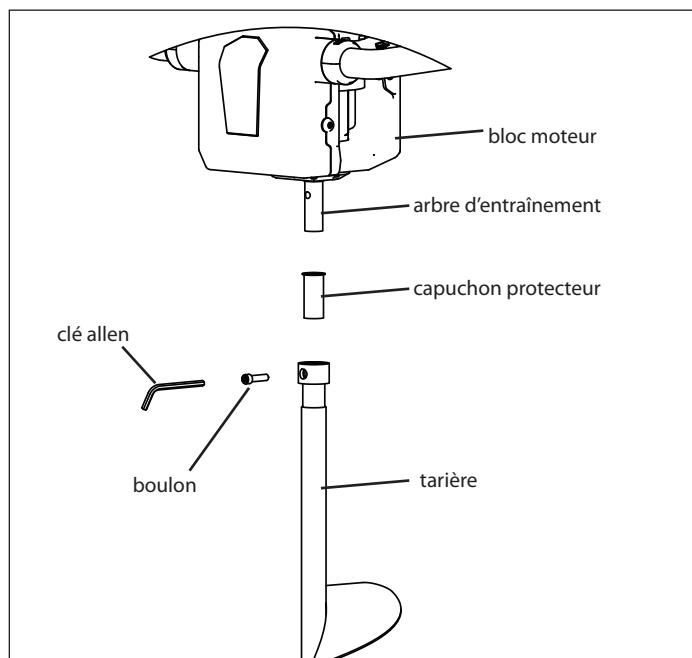

Figure 1
3. Déposer le capuchon protecteur en plastique de l'arbre d'entraînement. Enfiler l'arbre d'entraînement du bloc moteur dans collier de la tarière. **VOIR FIGURE 1.**
- Retirer la tarière du bloc moteur et enduire l'arbre du moteur d'une fine couche de graisse. **VOIR FIGURE 1.**